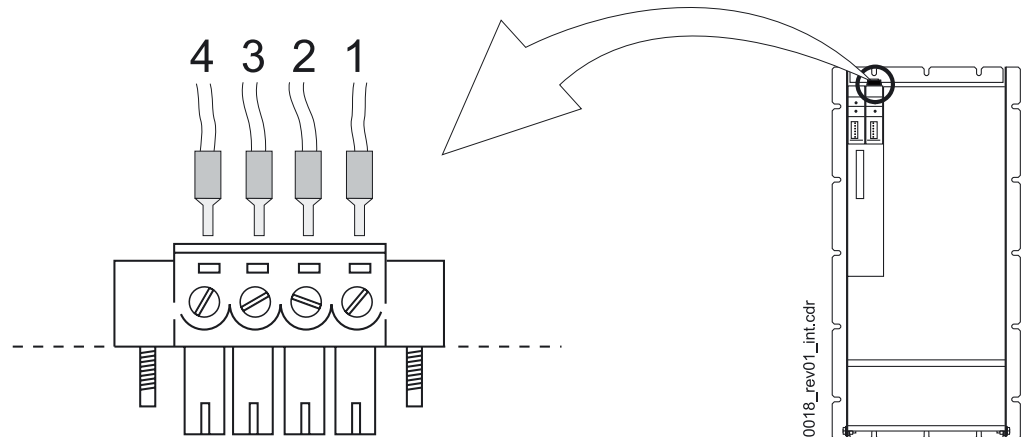

Abbildung 15: Sicherheitsrelais X68
2) Position siehe ►Abbildung 15◄ auf Seite 49